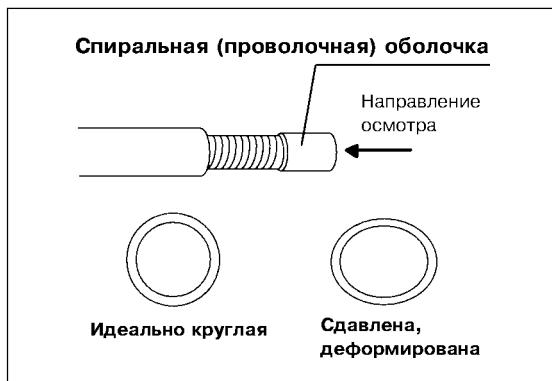

Рис.3.1.
1. Внимательно осмотрите дистальный конец спиральной (проволочной) оболочки в направлении, показанном на рис. 3.1 и убедитесь, что в поперечном сечении он имеет идеально круглую форму (без деформации, или сдавления). Убедитесь в отсутствии на дистальном конце спиральной (проволочной) оболочки острых выступающих заусенцев или краёв.